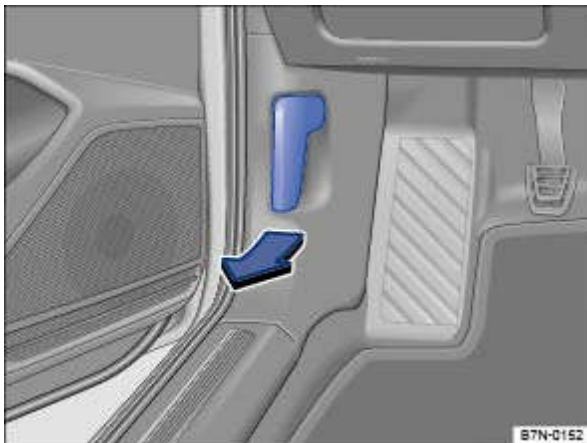

Fig. 226 Au plancher du côté conducteur : levier de déverrouillage du capot-moteur
- Ouvrez la porte du conducteur et tirez le levier de déverrouillage dans le sens de la flèche → Fig. 226 . Le capot-moteur est éjecté du dispositif de verrouillage du porte-serrure sous l'action d'un ressort →  .